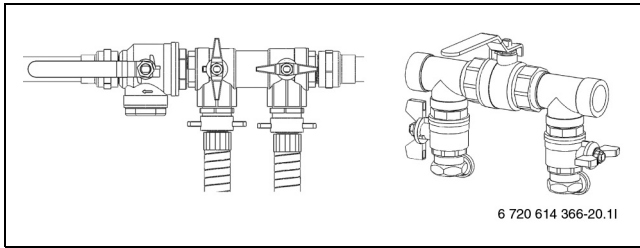

Bild 28 Befülleinrichtungen in Druckerhöhungposition
- ▶ Nach erfolgter Entlüftung Kreis unter Druck setzen. Ventile der Befülleinrichtung auf Druckerhöhungposition stellen und Kreis mit 2,5 bis 3 bar unter Druck setzen (→ Bild 28).